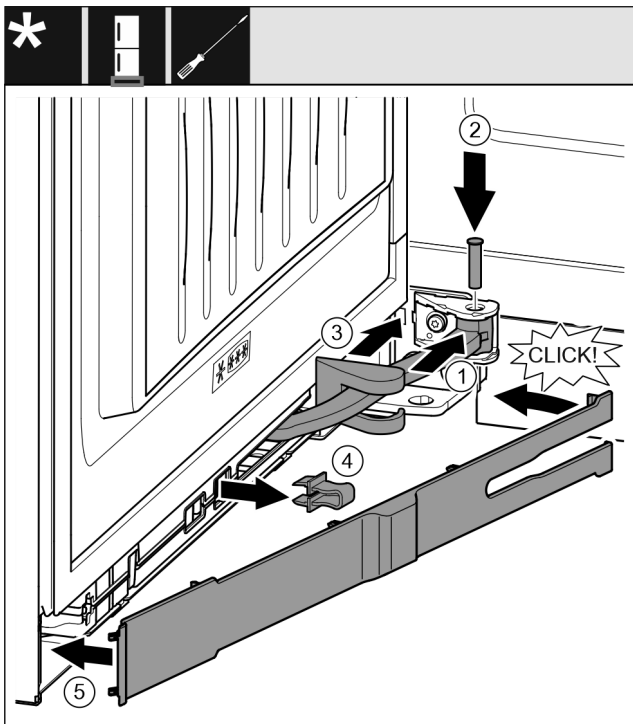

Fig. 41
- ▶ Forgassa a felfüggesztésbe a csuklót Fig. 41 (1).
- ▶ Helyezze a felfüggesztésbe és a csuklóba a csapszeget Fig. 41 (2) egy csavarhúzóval. Közben figyeljen arra, hogy a reteszelő bütyök megfelelően illeszkedjen a horonyba.
- ▶ Tolja el a csapágybak fedelét Fig. 41 (3) a csukló mentén, és szerelje a felfüggesztés fölé.
- ▶ Vegye le a biztosítékot Fig. 41 (4).
- ▶ Helyezze fel a takarólemezt Fig. 41 (5), a fogantyú felőli oldalon és fordítsa be.